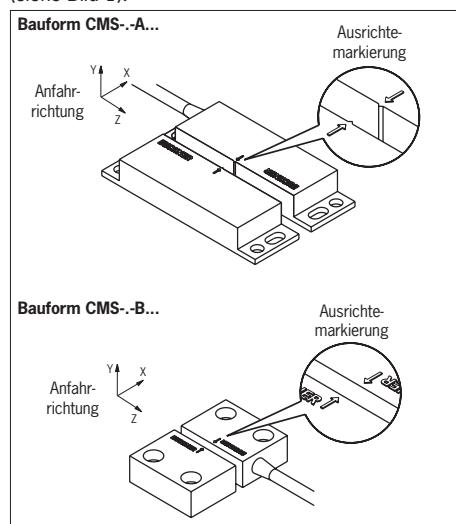

Bild 1: Ausrichtung Lesekopf und Betätigern
Die Einbaulage von Lesekopf und Betätigern ist beliebig. Ausrichtung von Lesekopf zu Betätigern beachten (siehe Bild 1).
- ▶ die aktiven Flächen von Lesekopf und Betätigern bei geschlossener Schutzeinrichtung deckungsgleich gegenüber liegen (siehe Bild 1)
- ▶ Bei geringer Anfahrgeschwindigkeit zwischen Lesekopf und Betätigern sollte die Anfahrrichtung Z (siehe Bild 1) vermieden werden.